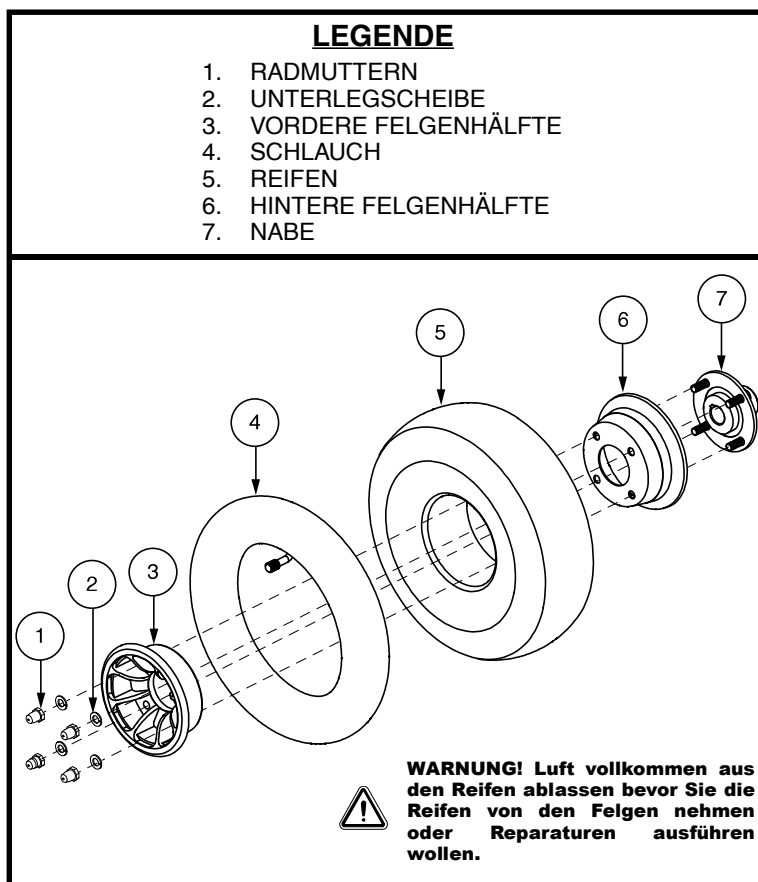

Abb. 32. Luftreifen anbringen/abnehmen
6. Entfernen Sie die Radmutter und Unterlegscheiben und trennen die beiden Felgenhälften voneinander. **Siehe Abb. 32.**
7. Entfernen Sie den alten Schlauch aus dem Reifen und ersetzen ihn durch einen neuen Schlauch. **Siehe Abb. 32.**